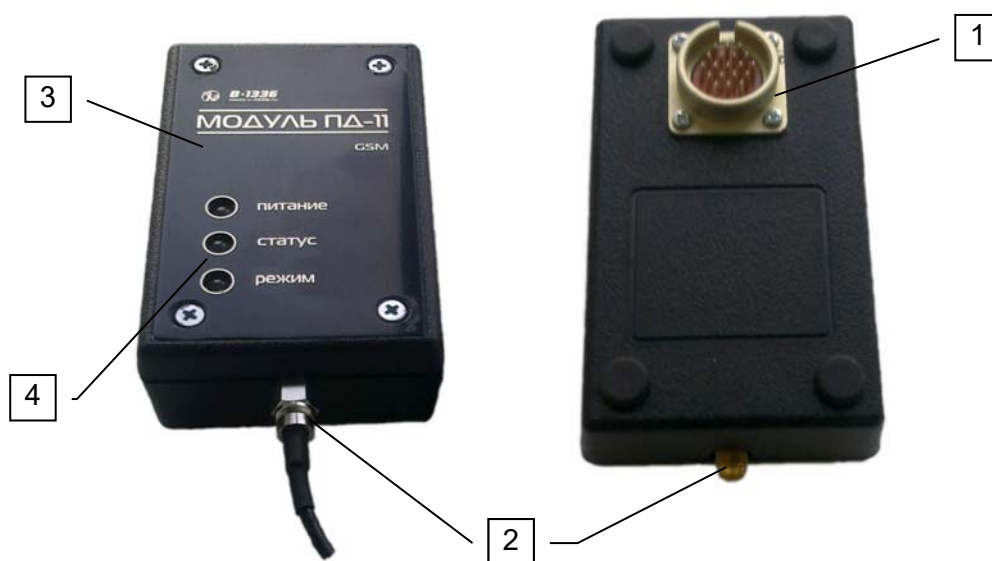

Рис.1. Модуль 11.
- 2.1. Конструктивно модуль выполнен в корпусе из полистирола. На задней стороне корпуса расположен интерфейсный разъем 1 (см. рис. 1) для подключения к прибору. На нижней стороне корпуса расположен антенный разъем 2. На лицевой стороне корпуса наклеена декоративная панель 3 и расположен блок индикаторов 4.